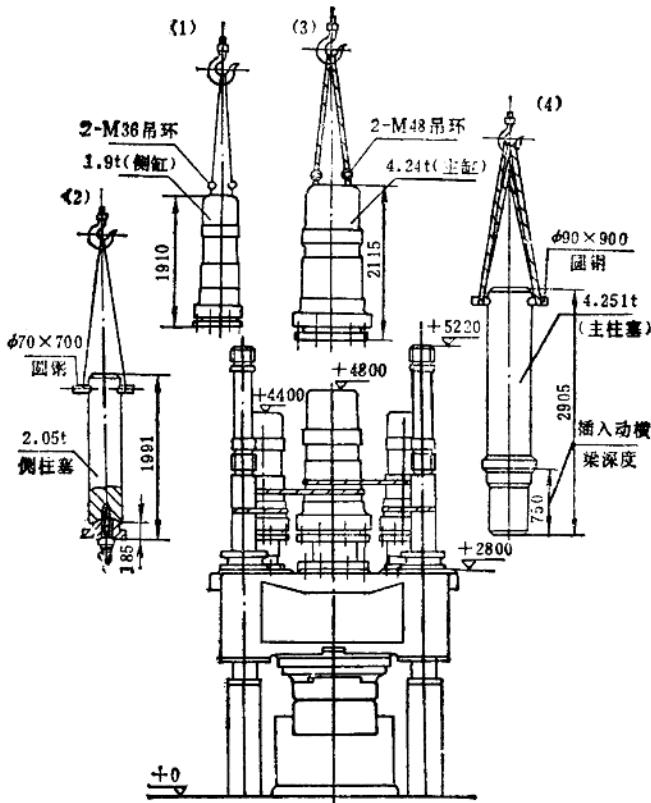

图13-2-20 拆吊主侧工作缸及柱塞
4) 拆吊主、侧工作缸及柱塞：如图 13-2-20 所示，先拆吊侧缸体，行车要吊平吊稳，松去安全绳，缓慢吊起，提升 1m 左右后停止，待侧柱塞用安全绳固定后，方可将侧缸吊出。接着起吊侧柱塞，此前要先拆去球形座与活动横梁的连接螺栓。